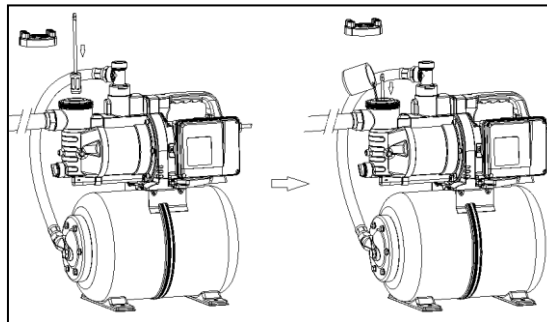

Abb.6
2. Platzieren Sie einen mind. 20 cm langen Stab (bspw. einen Zollstock) in der Mitte des Filters und drücken Sie ihn leicht nach unten, um das integrierte Rückschlagventil zu öffnen. Damit das Pumpengehäuse auch komplett befüllt wird ist es empfehlenswert die sich zwischen Filter und Druckausgang befindliche Entlüftungs- und Einfüllschraube zu öffnen, damit die Luft aus dem Pumpengehäuse entweichen kann. Benutzen Sie dazu am besten einen Steckschlüssel mit der Schlüsselweite 17. Befüllen Sie das Filtergehäuse bei gedrücktem Rückschlagventil bis zum oberen Rand bzw. bis Sie Wasseraustritt an der Entlüftungsöffnung am Pumpengehäuse feststellen (Abb.6).